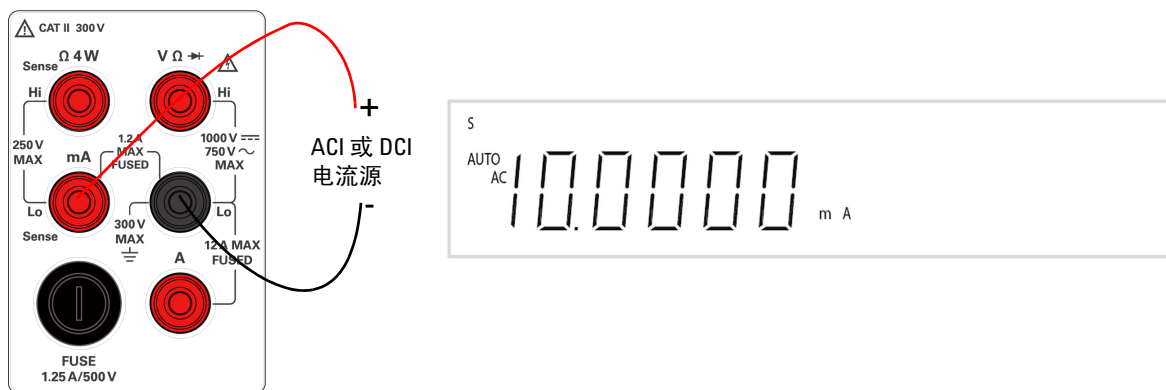

图 2-3 ACI_{rms} 或 DCI (mA) 端子连接和显示屏
- 3 按图 2-3 所示，将红色和黑色测试引线连接到 mA 输入端子。